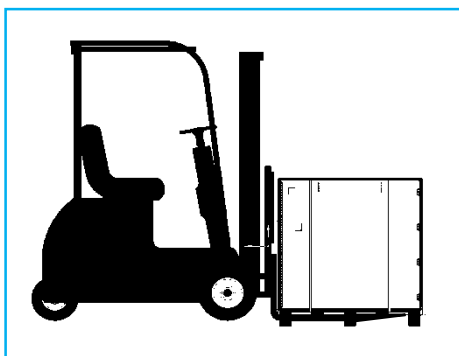

Figura 4 – Posicionamento da embalagem.
- 5.2.6. Ao realizar o carregamento/descarregamento das embalagens, utilize o prolongador nos garfos da empilhadeira ou paleteira, posicionando-os do lado maior da embalagem, conforme **Figura 4 e 5**, evitando assim, danos a caixa e/ou dificuldades durante o transporte.